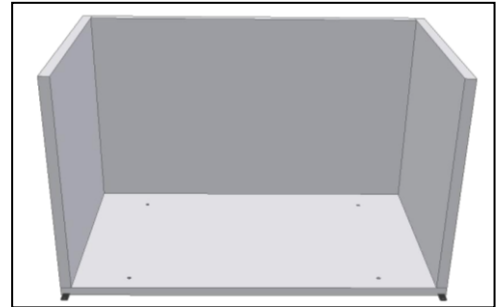

Fig. 4
- Encajar **los paneles laterales** sobre el panel del fondo y apretarlos al fondo y a la espalda (Fig. 4);